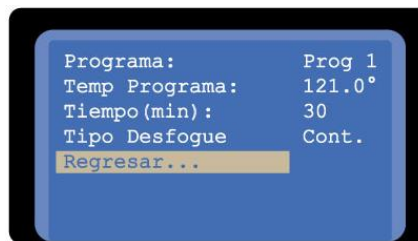

Figura 9
10. Para regresar a la pantalla de inicio, pulse la tecla DECREMENTAR, hasta al reglón de la leyenda “Regresar...” y pulse ENTER (Figura 9).